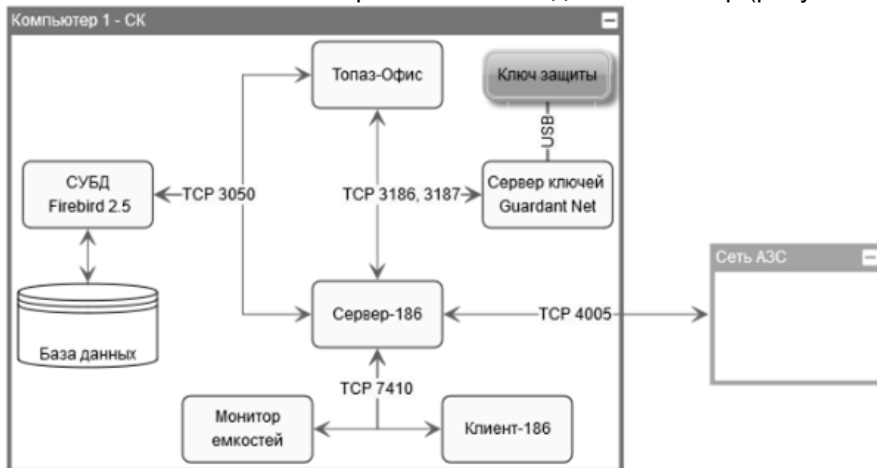

Рисунок 3
4.1.1 Установка всех приложений на один компьютер (рисунок 3)